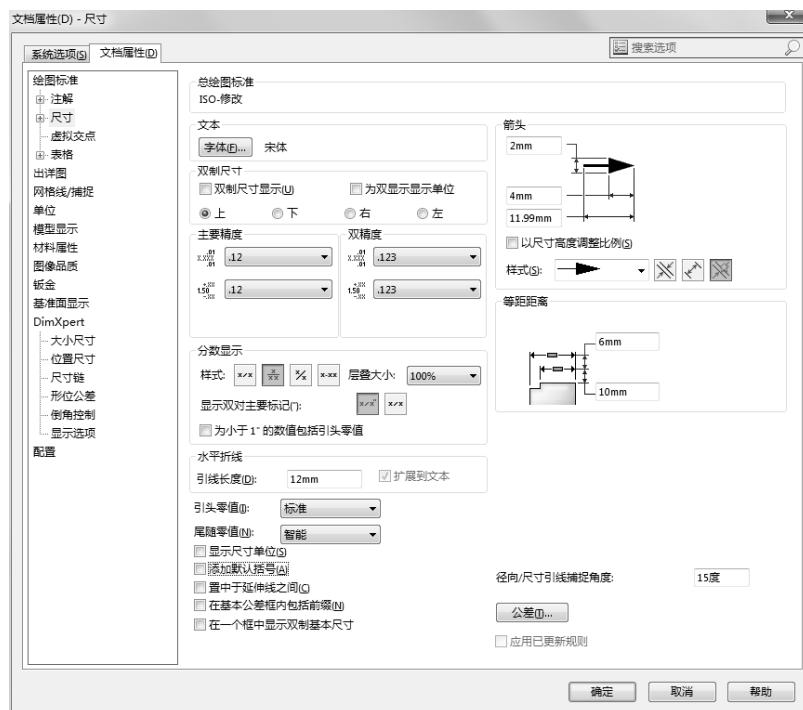

图 3-76 尺寸标注属性设置
- 单击【工具】/【选项】/【文件属性】/【尺寸】，改变尺寸标注选项以满足要求，设置尺寸标注属性如图 3-76 所示。